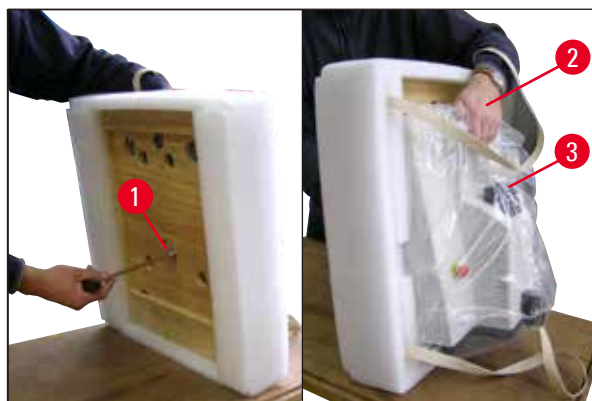

図 5
- ベースプレート (→ 図 5) ごと装置を傾けます。このとき、必ずバッファートレー用の凹部 (→ 図 5-2) を片方の手で持って装置を支えてください。装置は、絶対にカッティングヘッド (→ 図 5-3) をつかんで持ち上げたり、支えたりしてはなりません。同梱のサイズ 8 の六角レンチを使ってネジ (→ 図 5-1) を外し、ベースプレートを外します。